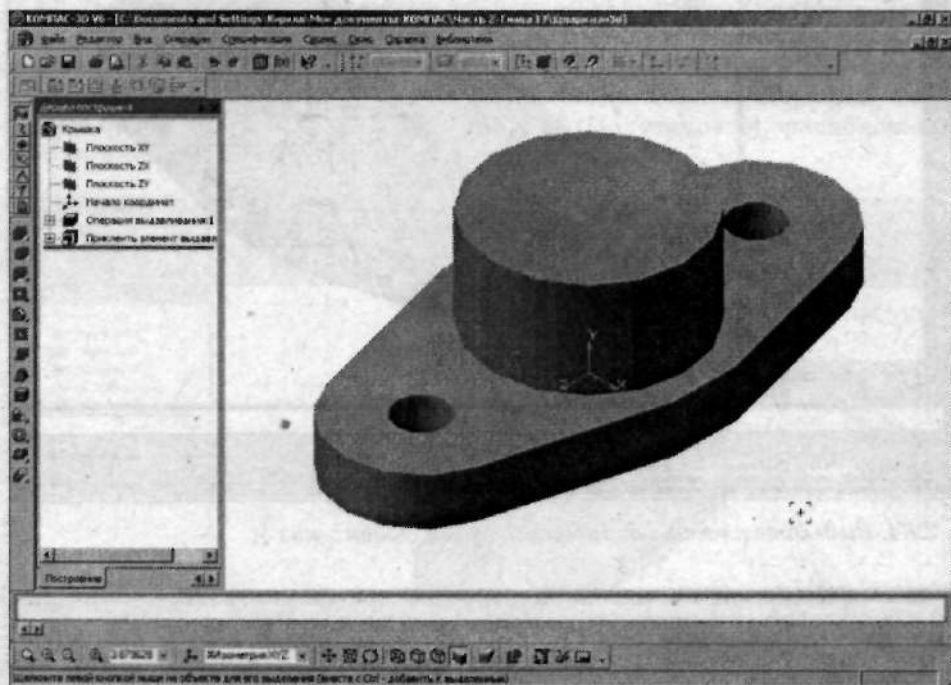

Рис. 2.66. Цилиндр построен
4. На **Панели свойств** оставьте все настройки по умолчанию, в поле **Расстояние 1** введите **10 мм**. Щелкните по кнопке (Создать объект). Результат построения цилиндра представлен на рис. 2.66.